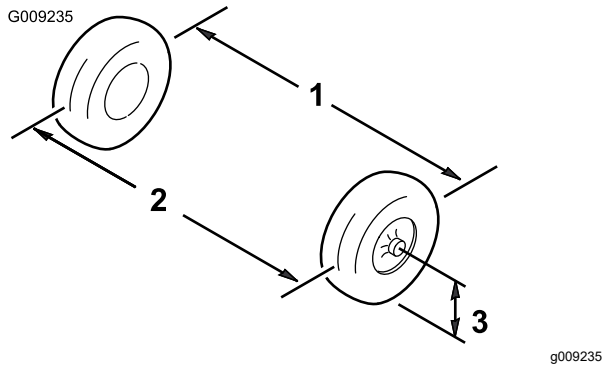

图 46
3. 以轮轴的高度为标准、分别测出两个前轮的轮前距离和轮后距离 (图 46)。